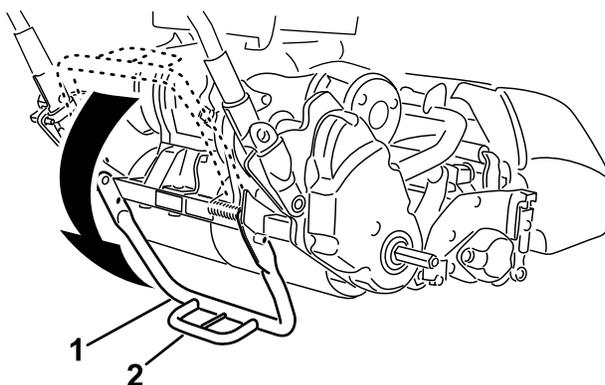

**Figura 22**
- Para utilizar el caballote para instalar las ruedas de transporte, baje el caballote al suelo y pise la barra mientras tira hacia arriba y hacia atrás del manillar central inferior (Figura 22).